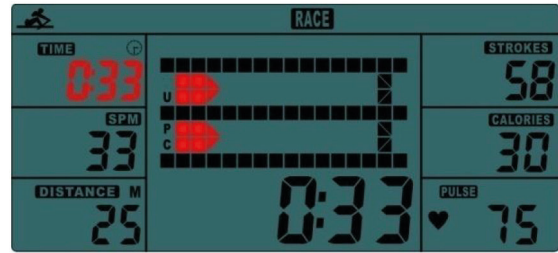

Abb. 6
*STOP* erlischt in der Anzeige. *USER* und *PC* werden in der Matrix (Abb. 6) angezeigt.